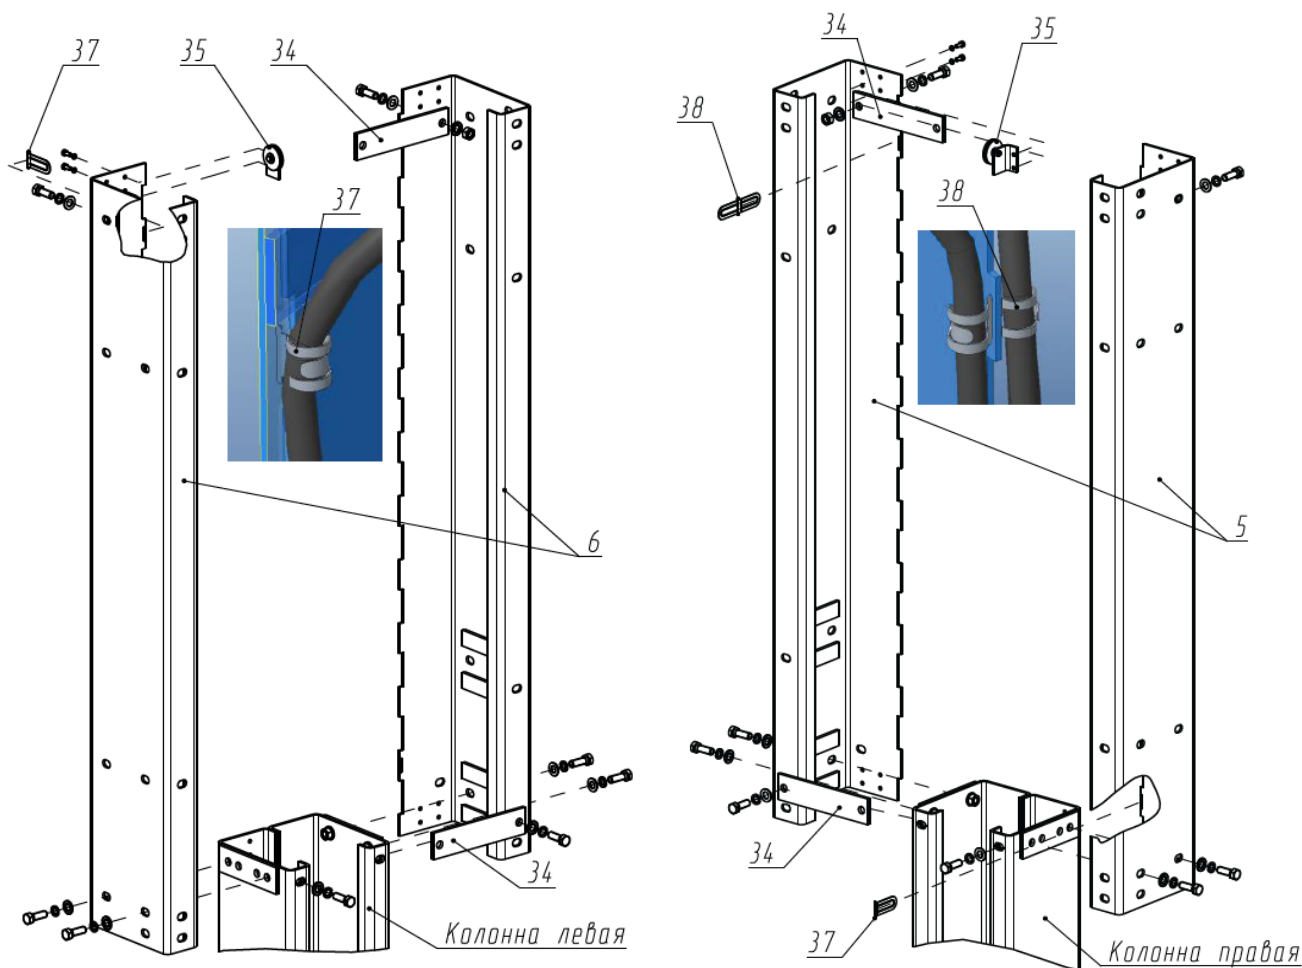

Рисунок 6.2 – Установка надставок
6.3 На готовый бетонный пол (4500x1500x250мм) установить стойки 1 и 2 (убедиться, что правильно выбран направление заезда). К стойкам 1 и 2, используя болты М12х35, гайки М12, шайбы 12Г и шайбы 12, привернуть надставки 5, 6 (рисунок 6.2) и перекладину 3. На надставки 5, 6 установить блоки 35 системы стопорения кареток, используя болты М6х14 и шайбы 6Г, а также установить хомуты 37, 38 (после установки в монтажное место, хомут